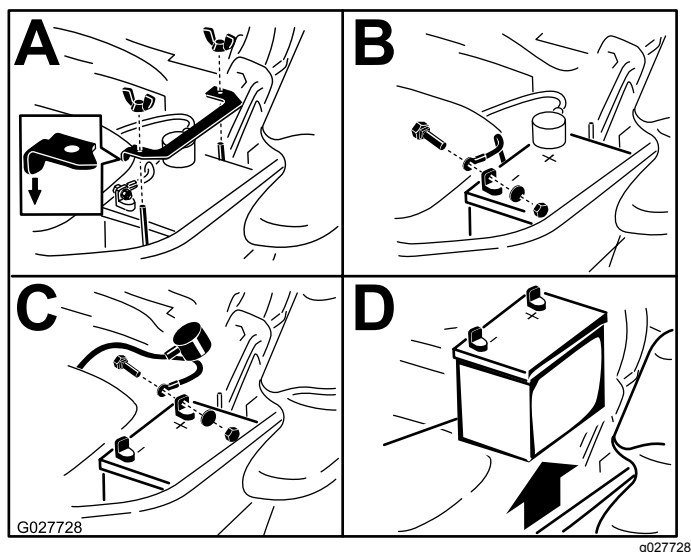

Figura 61
3. Retire la batería, según se muestra en Figura 61.
Nota: Coloque la batería en la bandeja, con los bornes frente al depósito de aceite hidráulico (Figura 61).